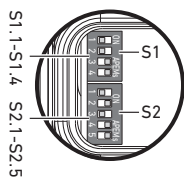

Fig. 3: Interruptor DIP S2
2. Coloque el interruptor DIP S2.5 en la posición deseada (véase también Fig. 3: "Interruptor DIP S2").